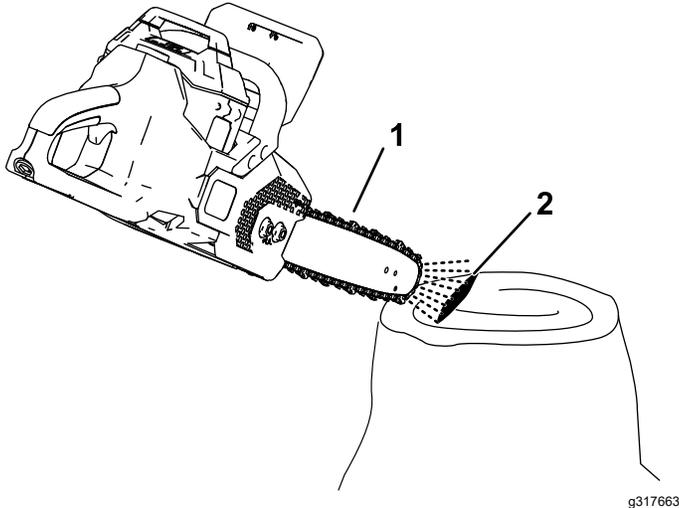

Figura 26
2. Para asegurarse de que el aceite fluye hasta la cadena, coloque la punta de la motosierra a unos centímetros de una superficie (por ejemplo, papel, cartón, un tocón) y arranque la motosierra; debe poder ver una pulverización ligera de aceite en la superficie (Figura 26).